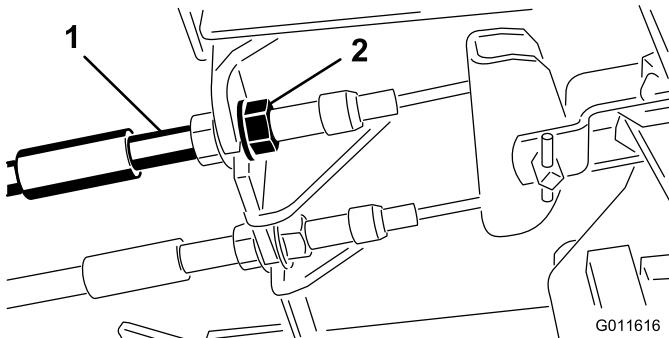

Рисунок 55
- Чтобы уменьшить свободный ход тормозных педалей, затяните тормоза, ослабив переднюю гайку на резьбовом конце троса тормоза (Рисунок 55).